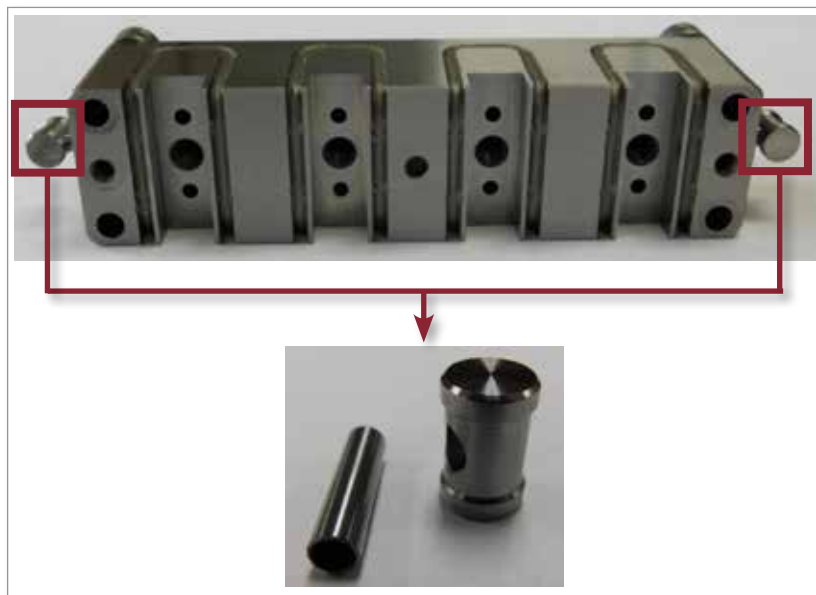

Figura 5-94 Instale a guia antirrotação
1. Instale a guia antirrotação em cada extremidade do Melt-Cube. Veja a Figura 5-94.
Assegure que as guias antirrotação estejam inseridas na abertura do bloco da cavidade, conforme mostrado na “Figura 5-94 Instale a guia antirrotação” na página 5-148.